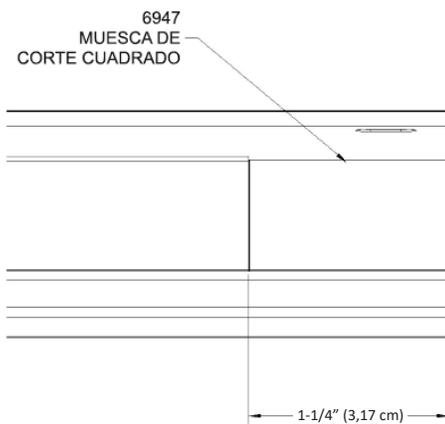

Fig. 1
- b) Utilice una herramienta oscilante y haga una muesca en el canal de la moldura de 1-1/4" (3,17 cm) para que el revestimiento sea aceptado dentro de ambos canales en J de la moldura (Fig. 1 y 2).